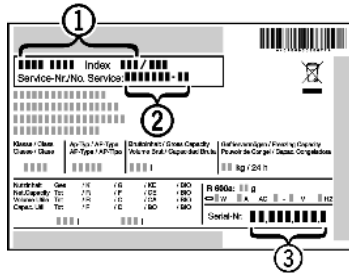

Fig. 6
- ▶ Наименование устройства Fig. 6 (1), сервисный № Fig. 6 (2) и серийный № Fig. 6 (3) считайте с заводской таблички. Заводская табличка находится внутри устройства слева.
- ▶ Обратитесь в сервисную службу и сообщите вид неисправности, наименование устройства Fig. 6 (1), сервисный № Fig. 6 (2) и серийный № Fig. 6 (3).